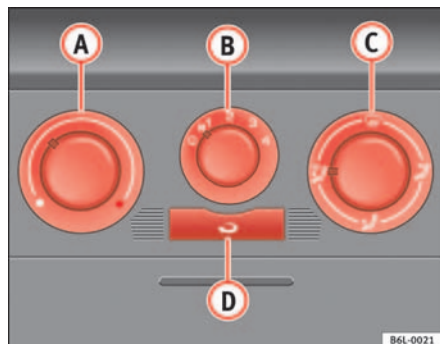

Fig. 85 Sur le tableau de bord : éléments de commande du chauffage
- Les régulateurs $\Rightarrow$ fig. 85 **A** et **C** et la commande **B** permettent de régler la température, la distribution de l'air et la vitesse de la turbine.